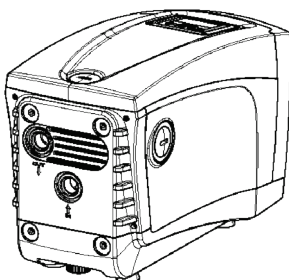
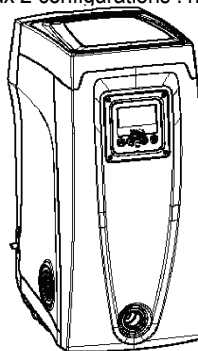

Figure 4
Figure 5
- **Pan F:** comme l'indique l'étiquette à détacher, le bouchon de 1" a deux fonctions : pour l'installation horizontale, la bouche qui est fermée par le bouchon est la porte de chargement du système (voir ci-après « opération de chargement », parag. 4.2.3) ; pour l'installation verticale, cette même bouche peut constituer le raccordement hydraulique d'entrée (exactement comme celle qui est marquée « IN » sur le pan C et en alternative à celle-ci). Le tableau d'interface utilisateur est composé d'un écran et d'un clavier. Il a pour fonction de paramétrer le système, d'interroger son état et de communiquer les alarmes éventuelles. Le système peut être installé en deux 2 configurations : horizontale (Fig.4) ou verticale (Fig.5).